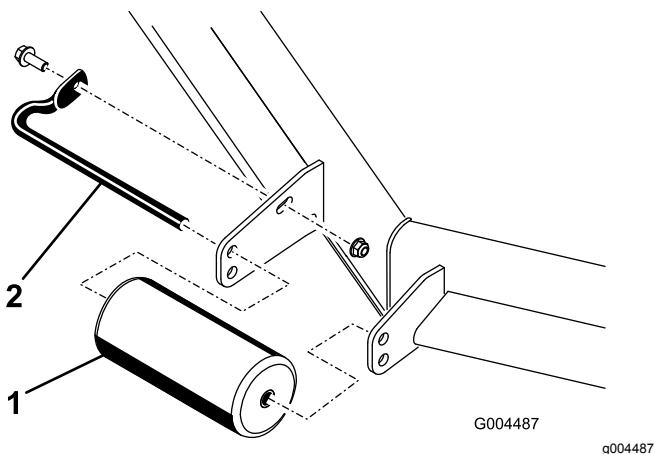

Bild 47
4. Nehmen Sie die Befestigungen ab, mit denen jede Rolle am Mähwerk befestigt ist, und schieben Sie die Rollen nach oben oder unten, siehe **Bild 47** bis **Bild 51**, abhängig vom Mähwerk.
1. Schraube 3. Rollen unter dem Mähwerk (2)
5. Bringen Sie die Befestigungen an, wie in Bild 47 bis Bild 51 abgebildet.